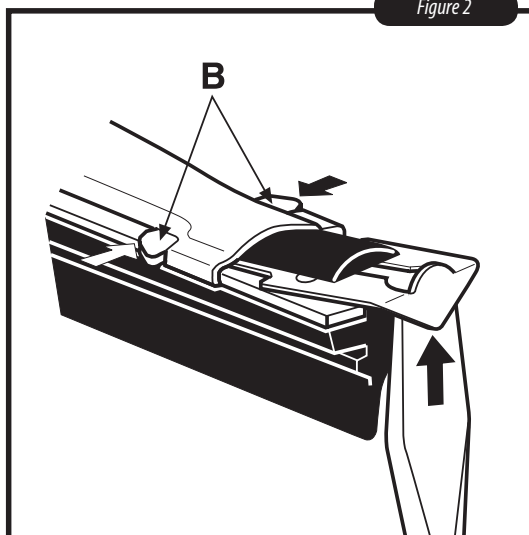
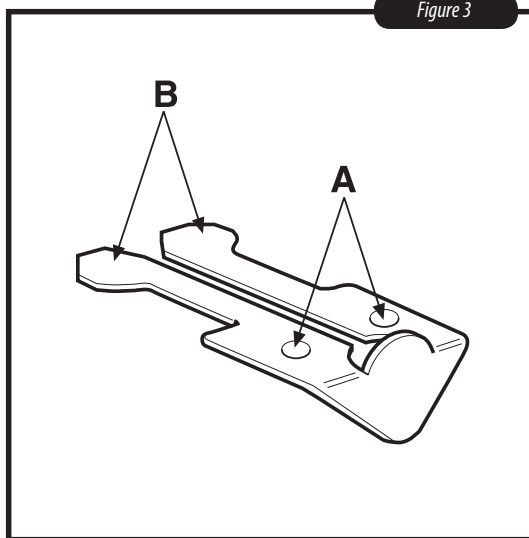

Figure 2
Figure 3
1. Avec un tournevis, soulevez le clip d'extrémité comme dans la figure 2. Cette opération dégage les verrous (A dans la figure 3) et permet de serrer les pattes de retenue (B dans la figure 3), puis de sortir le clip hors de la mâchoire du balai d'essuie-glace.
3. De nouveaux clips (figure 3) sont fournis avec les caoutchoucs de rechange Anco™. Pour procéder à l'installation, enlevez un clip et faites glisser le caoutchouc dans la mâchoire et sur toute la longueur du balai d'essuie-glace jusqu'à ce que l'autre clip s'enclenche.